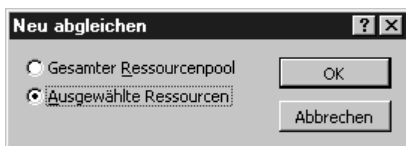

Abbildung 15.18:
4. Klicken Sie auf **VERZÖGERUNGEN ENTFERNEN**. Das Dialogfeld **Verzögerungen Entfernen** erscheint (siehe Abbildung 15.18)